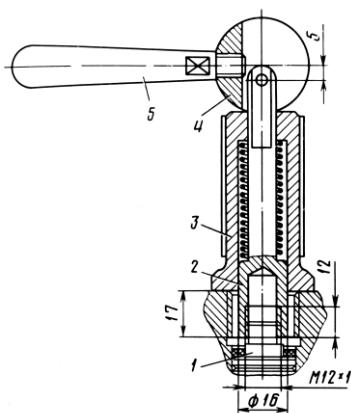
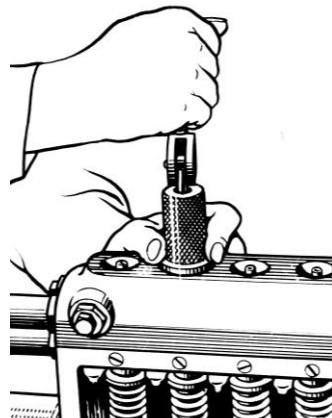

Рисунок 83 – Съемник седла нагнетательного клапана:
Рис. 84. Снятие седла нагнетательного клапана
- 3 Снять контрящие сухари, вывернуть штуцеры и специальным съемником (рис. 83) извлечь из корпуса насоса седла вместе с нагнетательными клапанами. Для снятия навернуть оправку 2 съемника на резьбу седла 1 нагнетательного клапана до упора втулки 3 в корпус насоса. Поворачивая эксцентрик съемника вверх, извлечь седло нагнетательного клапана (рис. 84).